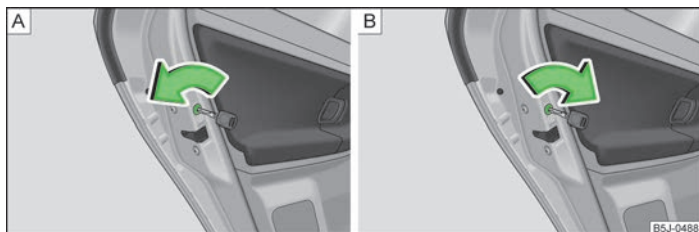

Fig. 10 Conectar el seguro para niños: para vehículos sin o con cierre centralizado
- En los vehículos sin cierre centralizado girar la ranura del seguro de la puerta izquierda en sentido antihorario » [fig. 10 - \[A\]](#), y la de la puerta derecha en sentido horario.
- En los vehículos con cierre centralizado girar la ranura del seguro de la puerta izquierda en sentido horario y la de la puerta derecha en sentido antihorario » [fig. 10 - \[B\]](#).